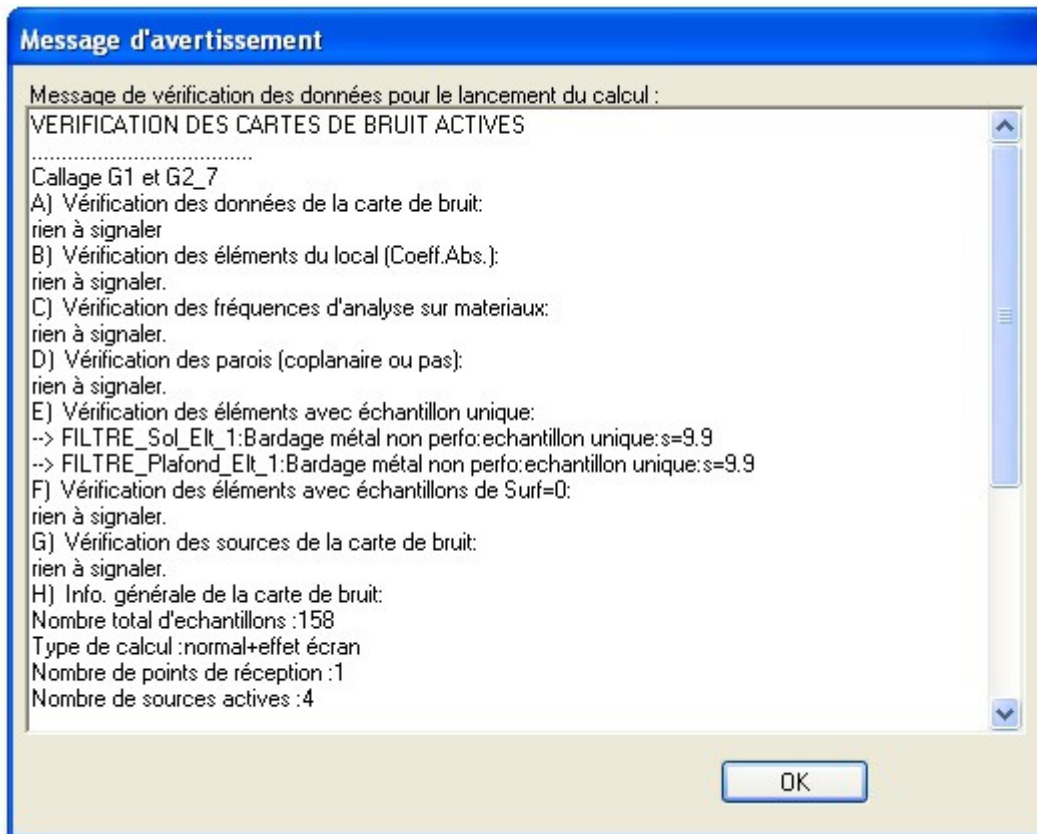

figure 41:
- « **Test de cohérence** » ouvre la fenêtre suivante (figure 41) :
- « **Test de cohérence** » ouvre la même fenêtre que celle de la figure 41 page 55 . Se reporter au paragraphe la décrivant page 55 pour les détails.